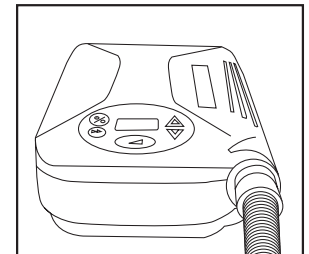

Figura 6
- Conecte el tubo de 6 pies de longitud y 22 mm de diámetro al puerto de salida de la parte delantera del equipo (**Figura 6**). El aire CPAP se suministra desde aquí.